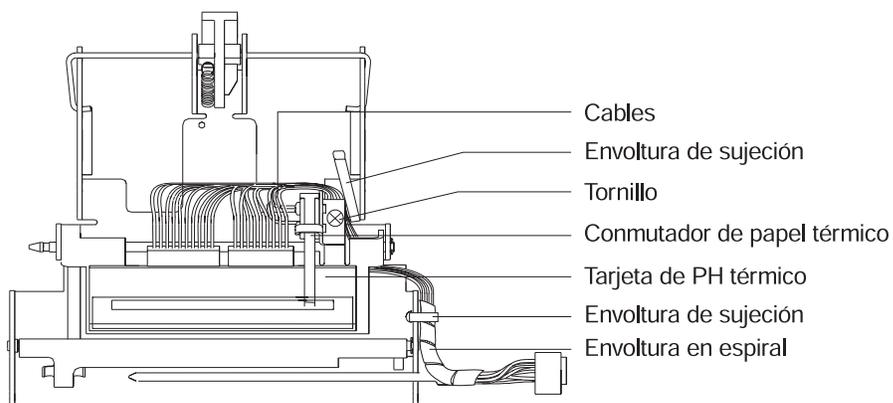

Figura 4-48. Extracción de las envolturas en espiral
5. Corte las envolturas de sujeción que fijan los cables térmicos al bastidor térmico. Consulte la Figura 4-48 en la página 4-60.